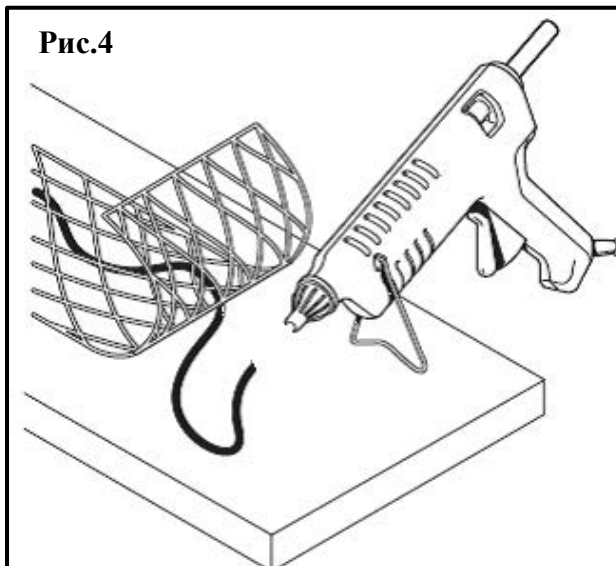

Рис.4
- Наносите клей пунктирами, при склеивании гибких материалов (напр. текстильных изделий) – зигзагом (рис.4).